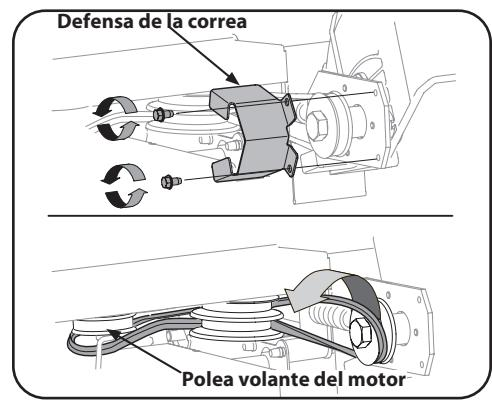

Figura 4-4
3. Retire la guarda de la correa de las poleas del husillo sacando los dos tornillos autoroscantes que la sujetan al montaje de la placa de la cuchilla. Vea la Figura 4-4.
4. Cuidadosamente retire la correa de las poleas, verificando una vez más la orientación de la correa. Descarte la correa. Vea la Figura 4-4.
6. Asegúrese de que el lado "V" de la correa está asentado sobre la polea superior y que el lado plano de la correa está asentado sobre la polea inferior. Vea la Figura 4-4.